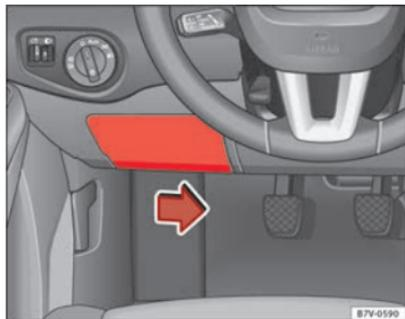

Abb. 202 Auf der Fahrerseite in der Instrumententafel: Abdeckung des Sicherungskastens.
- Zum Entriegeln des Deckels den Betätigungshebel an der Unterseite nach rechts drücken ⇒ Abb. 202.